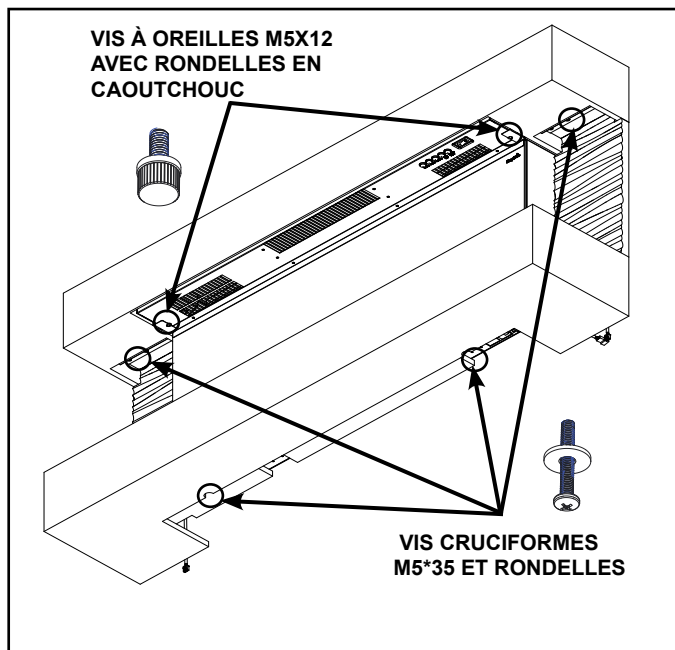

Figure 10
- Fixez la partie inférieure du manteau de foyer à l'appareil à l'aide de deux (2) vis cruciformes M5*35. Voir la figure 10.
7. Fixez la partie supérieure du manteau à l'appareil à l'aide de deux (2) vis à oreilles M5X12 et des rondelles en caoutchouc. Voir la figure 10.
8. Fixez les panneaux latéraux à l'aide des deux (2) vis M5*35 fournies.